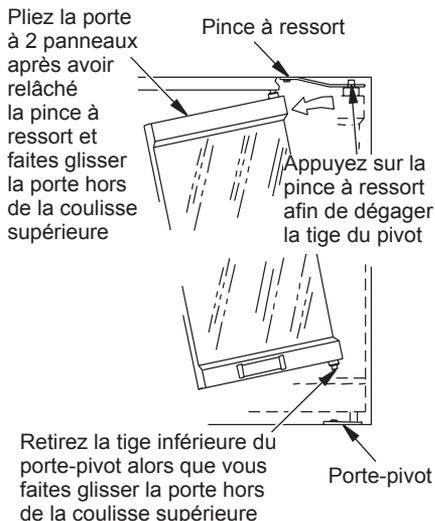

Figure 37 - Retrait des portes vitrées
2. Pliez complètement l'assemblage du cadre et faites glisser le bord supérieur vers le centre de l'ouverture de la chambre de combustion jusqu'à ce que les tiges guides soient dégagées du rail du cadre (voir figure 37).